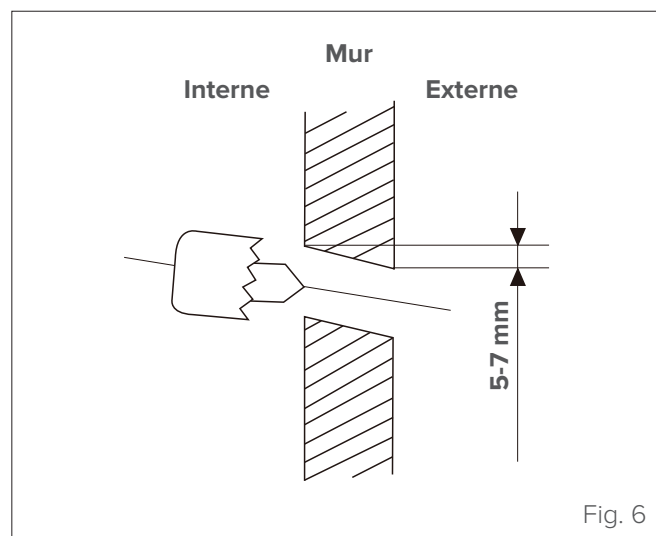

Fig. 6
- 1 Déterminer la position du trou en fonction de la position de la plaque de montage. Pour aider à choisir la position optimale, voir le point « Dimensions de la plaque de montage ». Le trou dans le mur doit avoir un diamètre minimum de 65 mm et une légère inclinaison vers le bas pour faciliter le drainage (voir « Fig. 6 »).